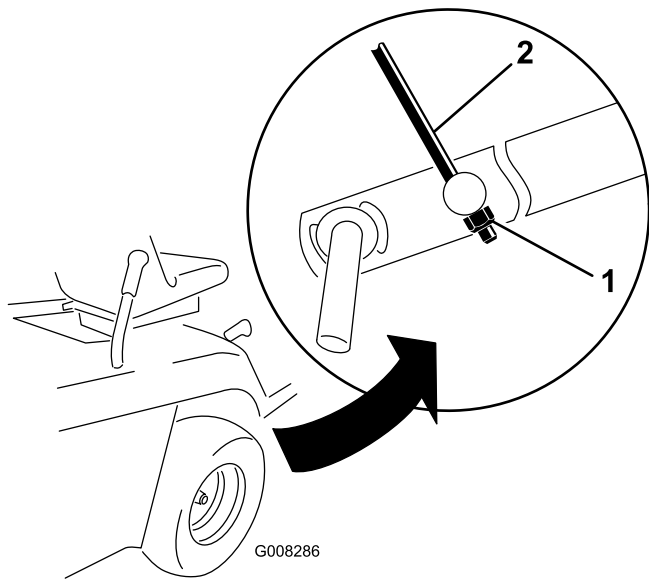

Figure 42
- Réglez le contre écrou M8 à l'extrémité de l'ensemble tige de réglage de hauteur jusqu'à ce que la tige soit légèrement tendue (Figure 42).